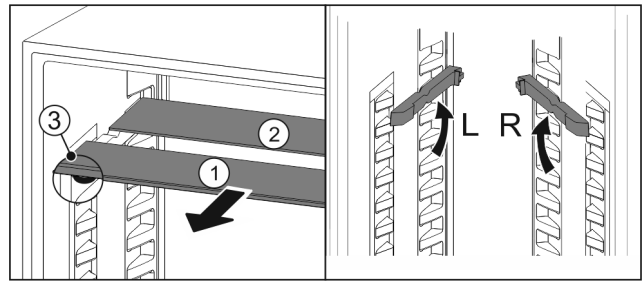

Fig. 117
- ▶ Retire las planchas de cristal individualmente hacia delante Fig. 117 (1).
- ▷ La placa de vidrio Fig. 117 (1) con moldura está situada delante.
- ▷ Los topes Fig. 117 (3) miran hacia abajo.